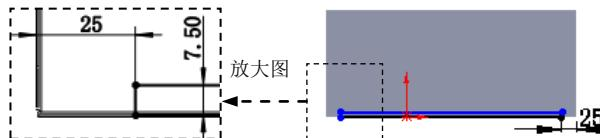

图 17.6.10 横断面草图
- (5) 绘制自定义的边线法兰特征形状。在设计树的 **边线-法兰4** 上右击，在系统弹出的快捷菜单上单击 按钮，系统进入草图环境，绘制图 17.6.10 所示的横断面草图。退出草图环境，此时系统完成边线一法兰 4 的创建。